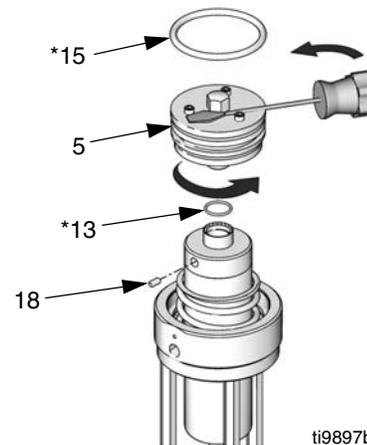

FIG. 11: Válvula de aire serie A
2. *Sólo para motores hidráulicos serie A:* Afloje el tornillo de fijación (18) y desatornille la válvula de aire (5). Si es necesario ayudar al giro, coloque en cuña el filo de un destornillador entre las cabezas de los tornillos y la cabeza hexagonal de la válvula de aire (9). Descarte los ítems 5, 13, 15 y 18. Vea la FIG. 11